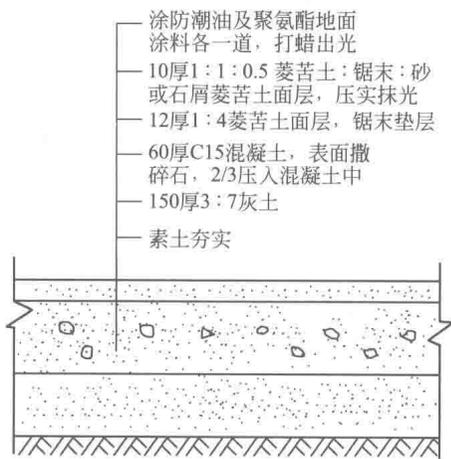

图 1-1 菱苦土楼地面(硬性菱苦土)
(1) 面层 建筑地面直接承受各种物理和化学作用的表面层。
(2) 整体面层 是指大面积整体浇筑、连续施工而成的现制地面和楼面。包括水泥砂浆楼地面、现浇水磨石楼地面、细石混凝土楼地面、菱苦土楼地面(图 1-1);水泥砂浆面层、混凝土面层、水磨石面层,均按室内净面积计算。凡大于 0.1m^2 和大于等于 20mm 厚间隔墙等所占面积应予扣除。门洞、空圈等部分的面积,无论尺寸大小,一律不再增加面积,但没有墙体的通廊、过道应计算在整体面层的面积内。